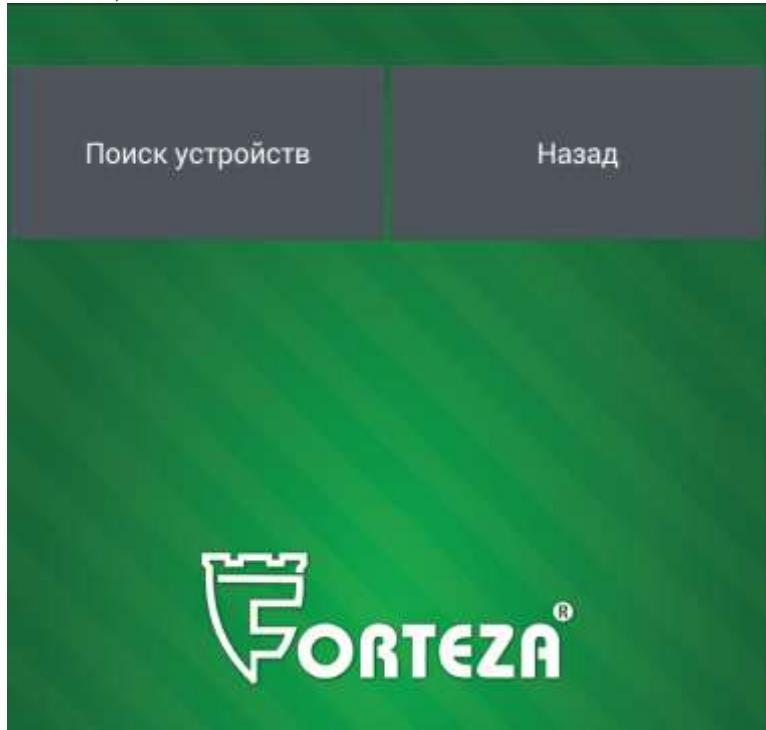

Рисунок 2.31
2.3.7.5.3 Выбрать тип подключения «Bluetooth» (рисунок 2.23). Bluetooth на Android устройстве автоматически включится и откроется окно программы (рисунок 2.31).